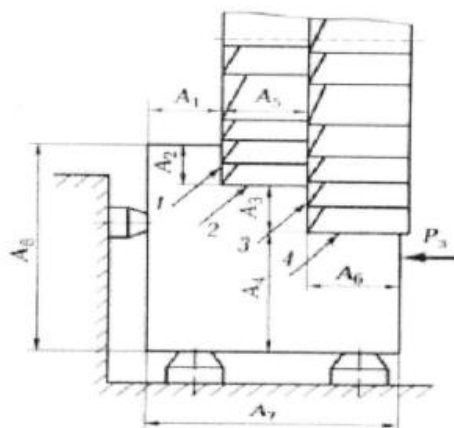

Рисунок 1 – Фрезерование
1. На горизонтально-фрезерном станке набором фрез одновременно обрабатывают поверхности 1,2, 3,4 (см. рис. 1). Построить схему базирования и указать расчетные зависимости для определения погрешности базирования при выполнении размеров $A_1, A_2, A_3, A_4, A_5, A_6$. Размеры A_7 и A_8 выполнены соответственно с отклонениями $(\pm 1/2) T_{a7}, (\pm 1/2) T_{та8}$; P_3 - сила зажима заготовки.